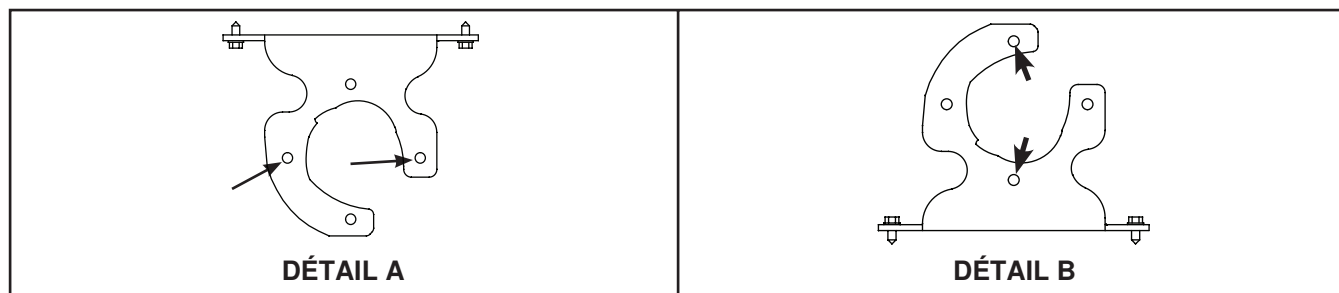

Figure 3. Support de montage de remplacement
- (1) Placez le support de montage (2A) dans l'orientation indiquée sur la **Figure 3**, DÉTAIL A et alignez les trous du côté droit avec les trous existants.
- (2) Marquez et percez deux trous de 13/64 pouce du côté gauche.
- (3) Fixez le support de montage (2A) à l'aide de quatre vis (9).
- (1) Positionner le support de montage (2A) dans l'orientation indiquée sur la **Figure 3**, DÉTAIL B sur le support moteur installé à l'étape 3 avec le côté gauche du support légèrement étendu sur le côté extérieur du support du moteur.
- (2) Alignez les trous du support de montage (2A) avec les écrous soudés du support moteur et fixez le support à l'aide de quatre boulons (7).
- b. Alignez les trous du moteur de registre (1) avec les trous du support de montage indiqués sur la Figure 3 (DÉTAIL A pour le modèle CAUA ou DÉTAIL B pour tous les modèles **sauf** CAUA) et installez deux vis à tête (2C) à travers le support et le moteur.